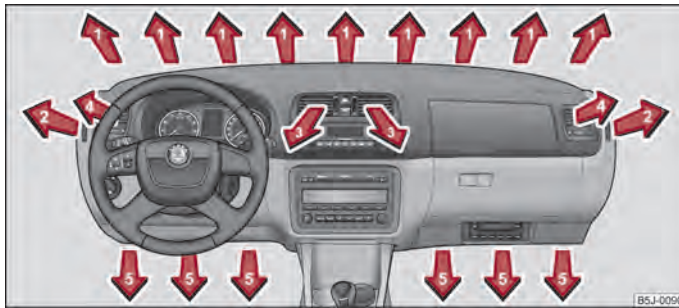

Fig. 77 Gurile de ventilație a aerului
- Fantele de ventilație 4 ⇒ fig. 77.
- Vă recomandăm, să lăsați fantele de ventilație 3 ⇒ fig. 77 în poziție deschisă.
- Fantele de ventilație **4** ⇒ fig. 77.